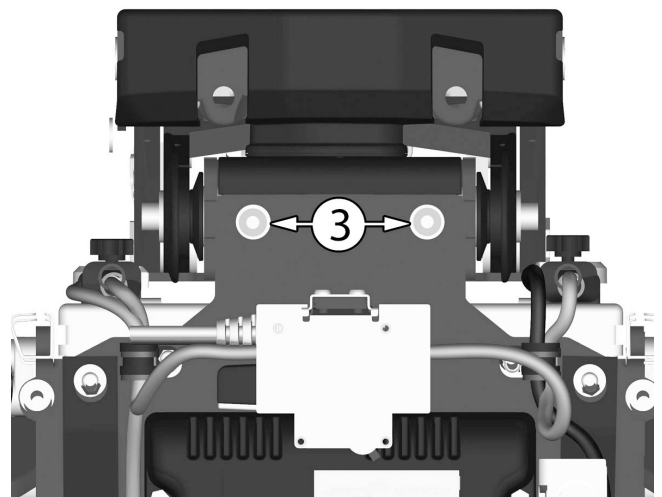

Abbildung 83. Die beiden Schrauben, die die AP Sitzhöhenverstellung an der Hinterkante halten.
2. Die beiden Schrauben (3) montieren, die die AP Sitzhöhenverstellung an der Hinterkante halten. Siehe Abbildung. 83.